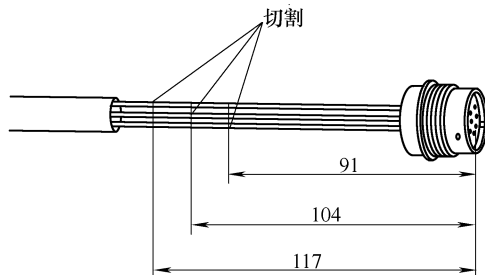

图6-74 剪断导线
② 按图6-74所示尺寸用压线钳剪断导线。第一条导线从插头正面切去91mm; 从上一条切割处以增加13mm切割剩下的7条导线。